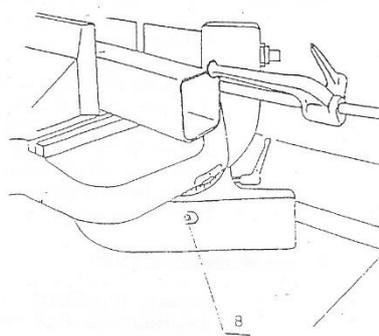

Fig 3
- Figure 3 : Graisser l'axe de rotation du berceau à l'aide du graisseur (8).